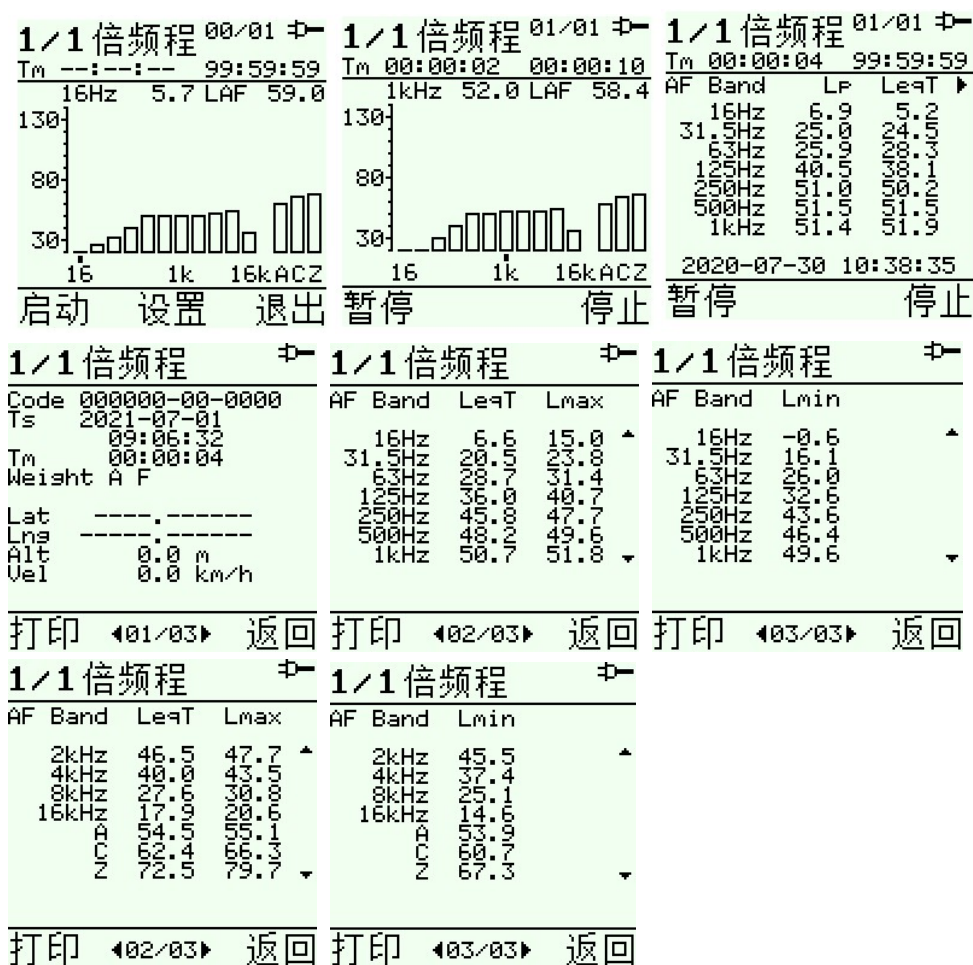

图 20 倍频程测量
- 选中“模式”项，按“确定”键（功能键 1）进入测量模式，选择“倍频程”，按“确定”键进入倍频程测量界面，见图 20。
- 按“启动”键启动测量，在测量的过程中，按“上/下箭头”键查看 11 个频带（16 Hz、31.5 Hz、63 Hz、125 Hz、250 Hz、500 Hz、1 kHz、2 kHz、4 kHz、8 kHz 和 16 kHz）以及 A、C、Z 计权下等效连续声级、最大值、最小值以及  $T_m$  测量值，见图 20。
- 积分时间到自动停止测量或手动中止测量，声级计进入测量结果显示界面，见图 20，此时可查看测量结果，也可打印测量结果。